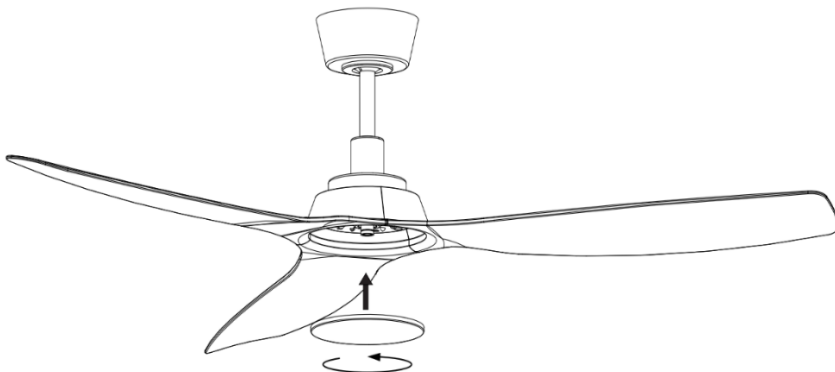

Abb. 5
**MONTAGE DER UNTEREN ABDECKUNG (Abb. 5)**